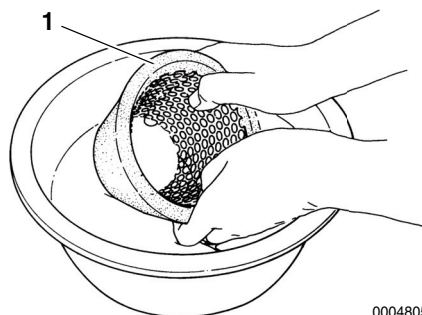

Figura 10
2. Retire el elemento (**Figura 10, (1)**). Limpie el elemento y la carcasa con un detergente neutro.